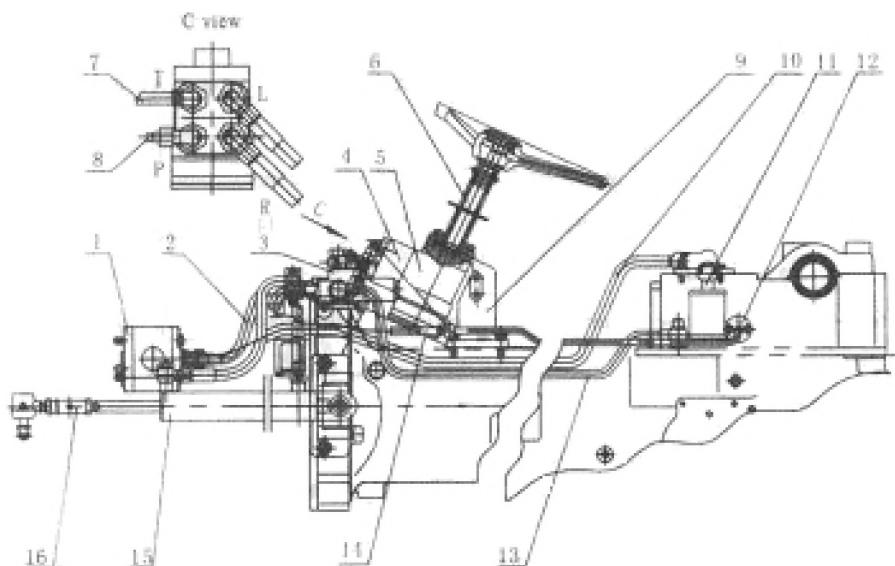

Рисунок 5-3. Гидравлическая рулевая система.
**1.Структура (смотрите рисунок 5-3).**
При регулировке раз渲ала схождения передних колес следует отрегулировать длину штока поршня цилиндра в соответствии с длиной поперечной рулевой тяги. Поверните регулировочный шток (16) (смотрите рисунок 5-3) в передней части цилиндра, чтобы повернуть передние колеса в крайнее положение влево и вправо. Когда передние колеса находятся в крайних положениях, должен быть зазор между штоком поршня и внутренней стенкой цилиндра. Затяните стопорную гайку после регулировки.